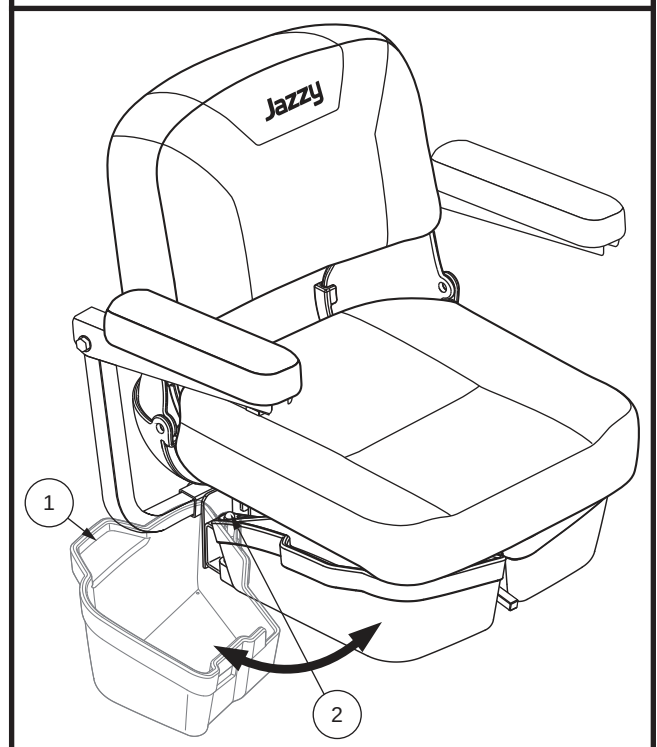

Figure 27. Stockage sous le siège
1. Soulevez légèrement le loquet situé sur le côté du bac de stockage sous le siège (**voir figure 27**) et pivotez le bac de stockage sous le siège vers l'extérieur et hors du Travel Scooter.
1. Soulevez légèrement le loquet situé sur le côté du bac de stockage sous le siège (**voir figure 27**) et pivotez le bac de stockage sous le siège vers l'extérieur et hors du Travel Scooter jusqu'à qu'il soit complètement ouvert.
2. Si équipé, retirer le stockage sous le siège. **Voir la figure 27.**
7. Si équipé, installez le stockage sous le siège. **Voir la figure 27.**